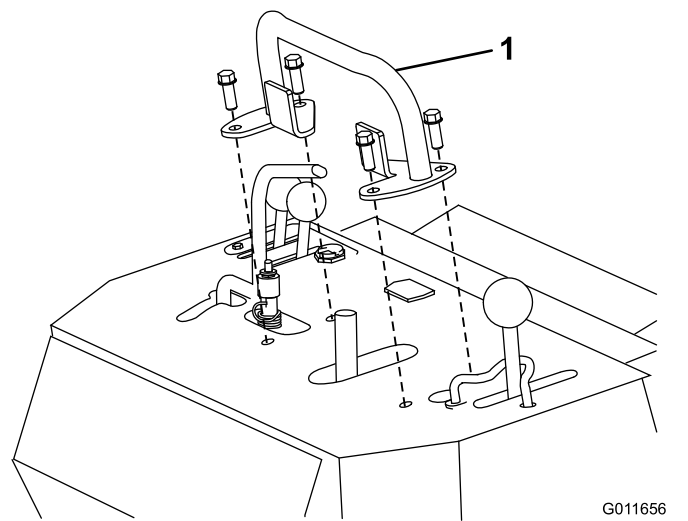

Figura 4
3. Retire la barra de referencia (Figura 4)